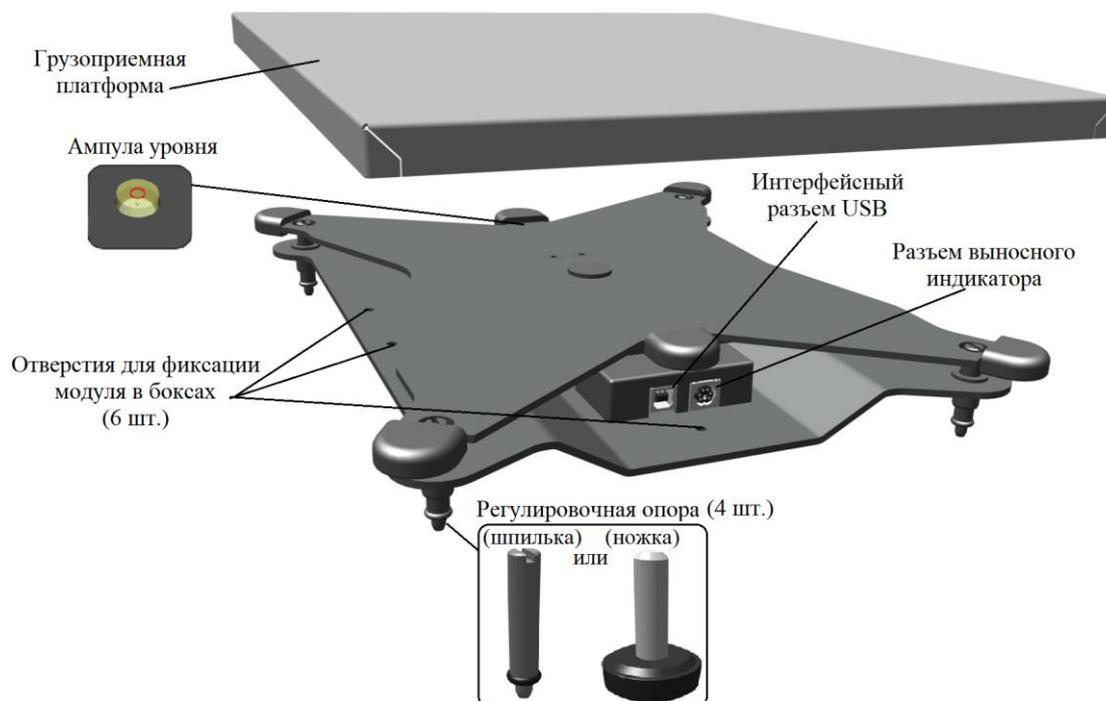

Рисунок 1 – Конструкция модуля
Модуль подключается к внешним устройствам через USB разъём (см. Рис. 1). Результаты измерений передаются во внешнее устройство. Так же результаты измерений могут выводиться на выносной индикатор (выносной индикатор приобретается отдельно).
- подключите любой весовой терминал АО «МАССА-К» к разъему выносного индикатора модуля (см. рис. 1) кабелем «Кабель переходной Мк-О-5х1.6»;